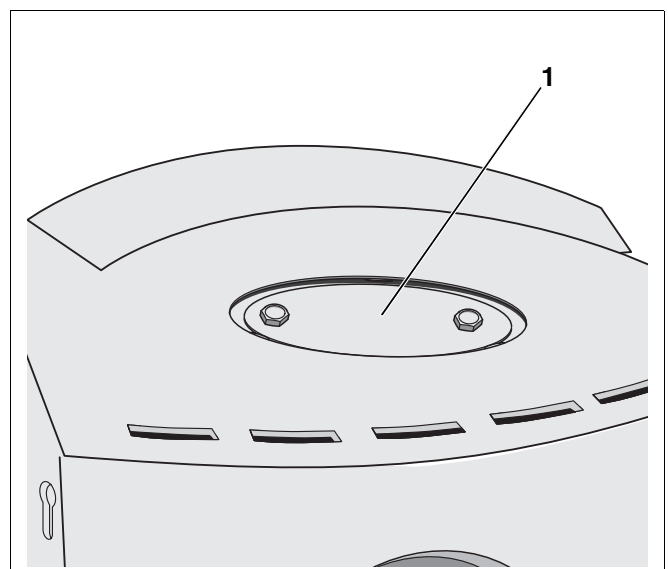

Abb. 53 Abgasanschluss Oberseite – Abdeckplatte
- Abdeckplatte (Abb. 53, **Pos. 1**) am Abgasanschluss Oberseite montieren.